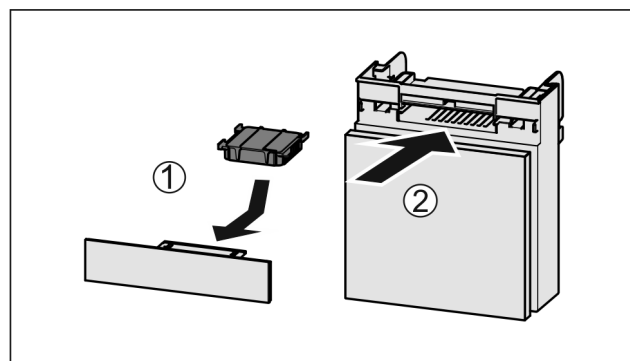

Fig. 53
- ▶ Inserire il vano Fig. 53 (2).